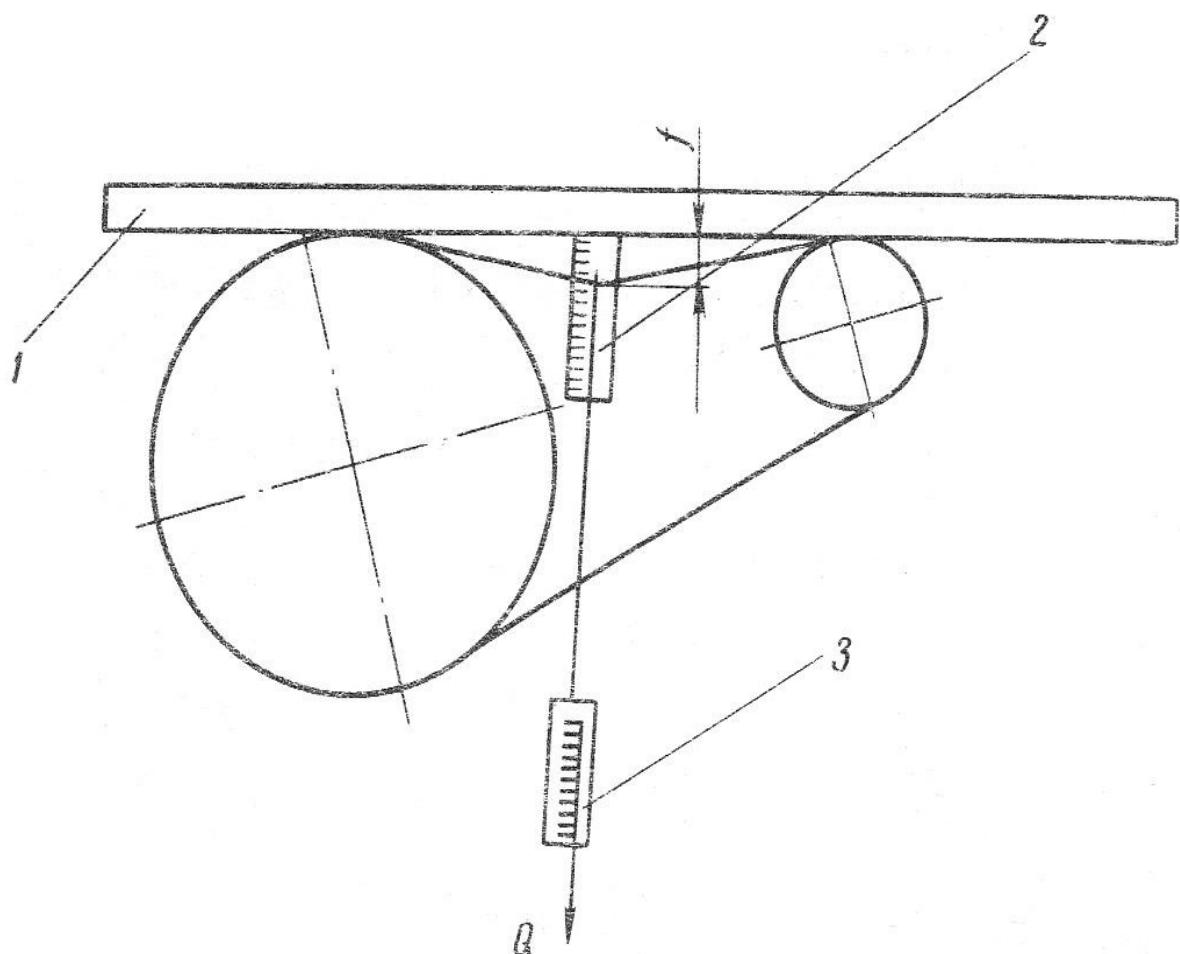

Рис.14 Схема проверки натяжения ремней:
3. Проверить натяжение клиновых ремней (рис.14).